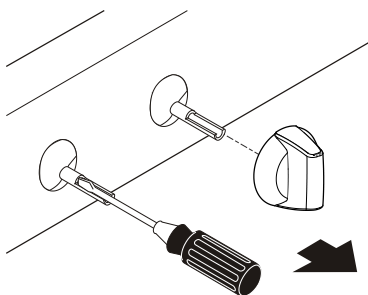
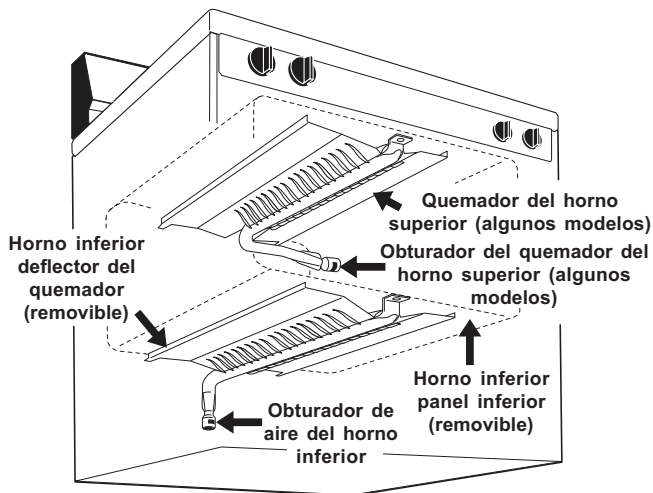

Fig. 17
Fig. 19 - ubicaciones de los quemadores del horno
- Introduzca un destornillador delgado en la varilla hueca de la válvula y ajústelo sobre el tornillo que se encuentra adentro. El tamaño de la llama se puede aumentar o reducir girando el tornillo. Gire el tornillo a la izquierda para aumentar el tamaño de la llama (vea las Fig. 17 y Fig. 19).
Para determinar si la llama del quemador del horno es la correcta, retire el panel inferior del horno y el deflector inferior del horno (consulte la Fig. 19) y programe el horno a 300°F. La longitud aproximada de la llama del quemador del horno inferior debe ser de 1 pulgada (2,5 cm) con una llama interior clara azul.